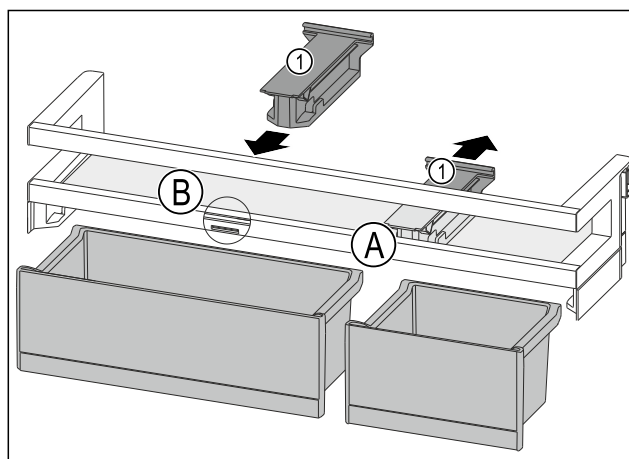

Fig. 115
- ▶ 将定位件 Fig. 115 (1) 向后拉至位置 Fig. 115 (A)。
- ▶ 将定位件 Fig. 115 (1) 插入至位置 Fig. 115 (B)。